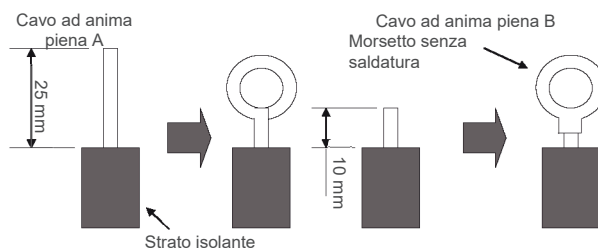

Fig. 36
(1). Per cavi ad anima piena (Fig. 36)
(2). Per cavi multifilo (Fig. 36)